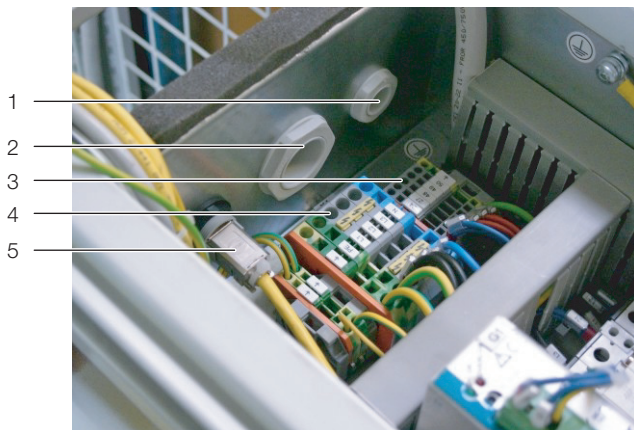

Abb. 23: Anschlussklemmen in der Elektronikbox
- Falls Sie das LCP DX über einen Fernschalter ein- und ausschalten möchten: Entfernen Sie in der Elektronikbox die Brücke zwischen den beiden Klemmen 24 und 27 („Remote On-Off“) und schließen Sie dort potentielfrei einen Fernschalter (Schließer) an (Abb. 23, Pos. 3).